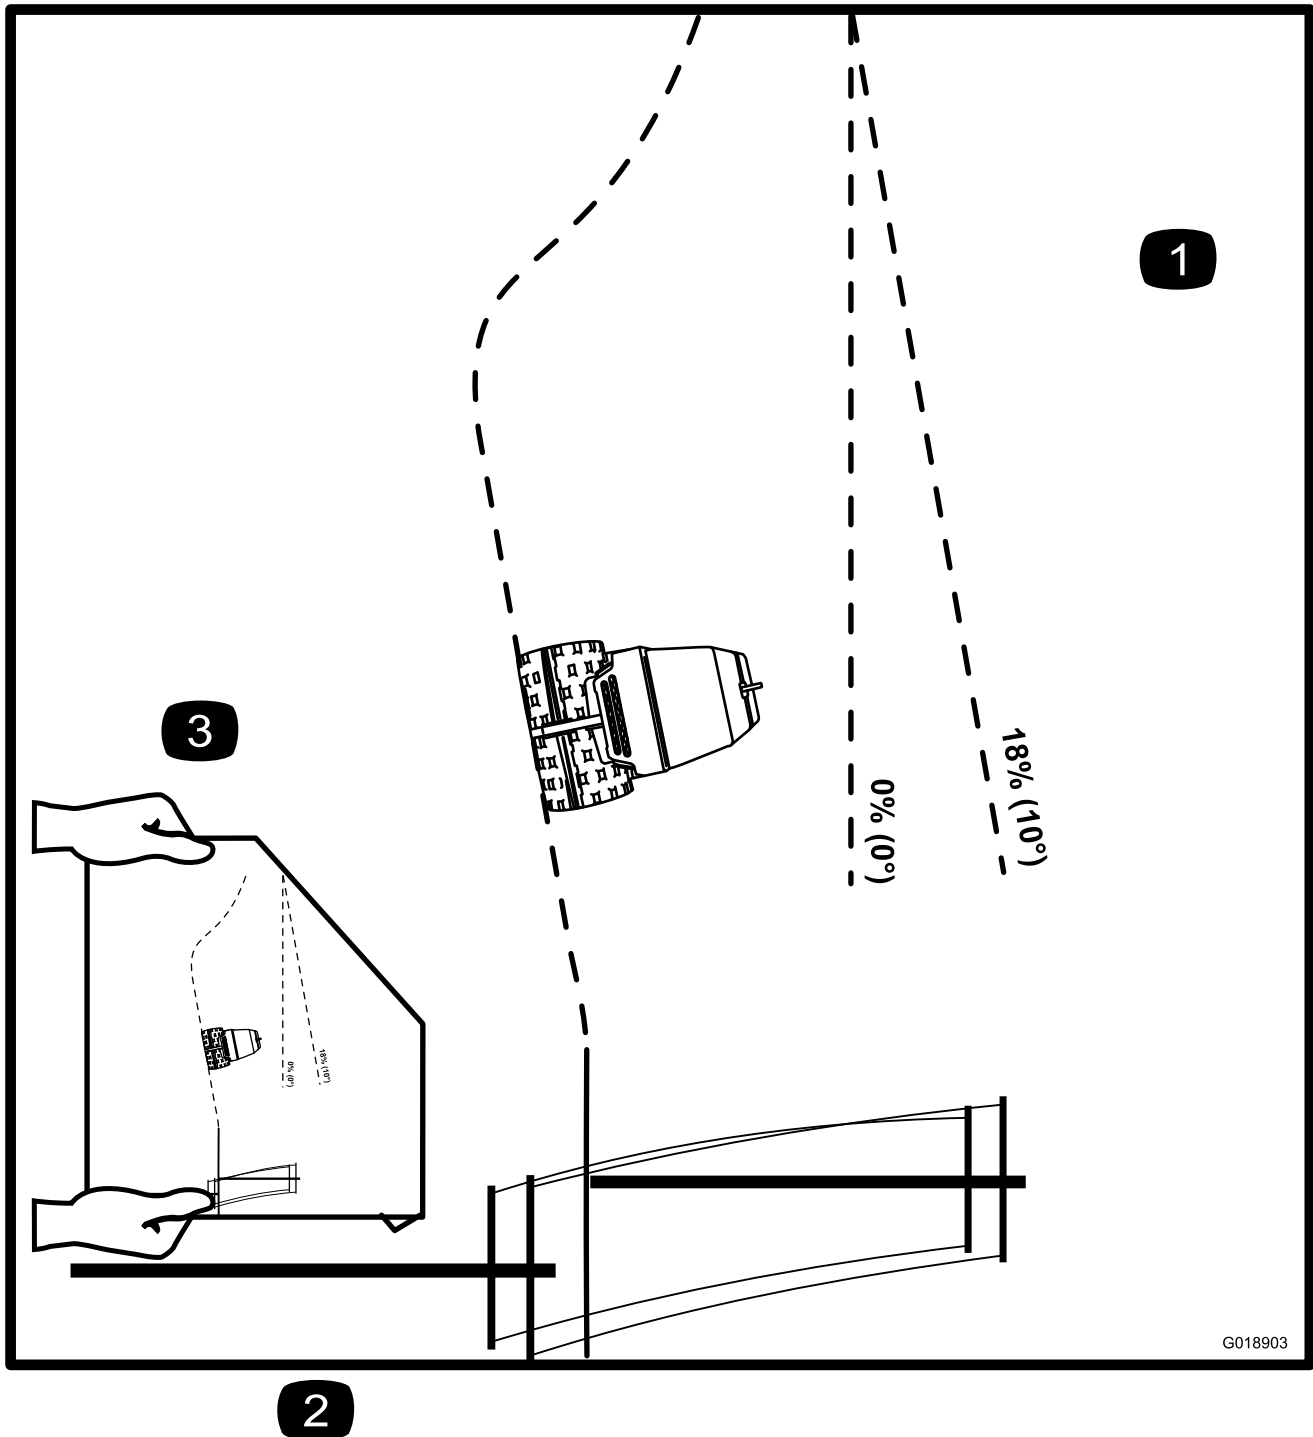

Figure 5
**Remarque:** Pour les limites d'inclinaison latérale, voir Figure 5.